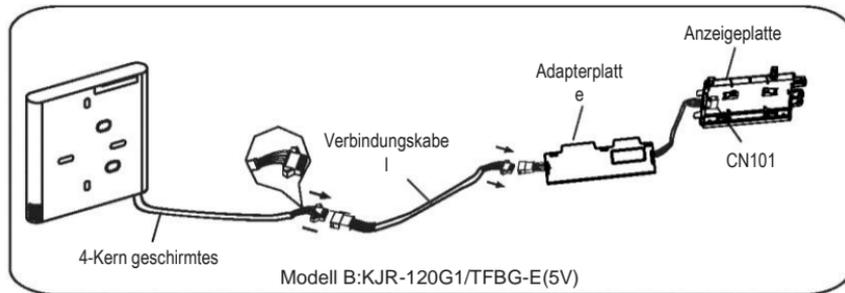

Abb. 3-3(B)
- Feder-Nut-Steckverbindung der Kabelgruppe der Adapterplatte mit der Gruppe der Verbindungskabel. Dann verbinden Sie die andere Seite der Adapterplatte mit der Anzeigeplatte. (Siehe Abb. 3-3(B))